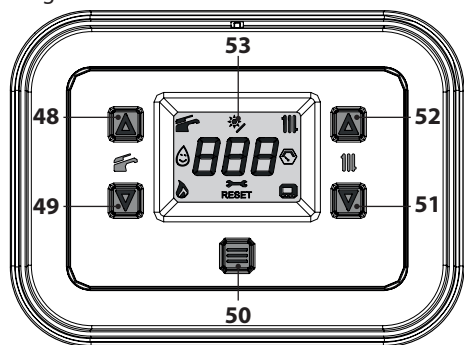

Figura 2.12
- Tenere premuto per 1 secondo il tasto  fino a far apparire sul display il simbolo  Figura 2.12.
La temperatura dell'acqua calda di mandata riscaldamento è regolabile agendo sui tasti 51 (diminuzione) e 52 (aumento) (Figura 2.12) da un minimo di circa 25°C ad un massimo di circa 80°C. Alla prima pressione di uno dei due tasti si ha la visualizzazione del valore di "set", alla seconda pressione si accede alla modifica.
Comunque se la temperatura ambiente non dovesse essere confortevole si può aumentare o diminuire la temperatura di mandata dell'impianto riscaldamento di $\pm 15^{\circ}\text{C}$ agendo sui tasti 51 (diminuzione) e 52 (aumento) (Figura 2.12).
La temperatura dell'acqua calda sanitaria è regolabile agendo sui tasti 48 (aumento) e 49 (diminuzione) (Figura 2.12) da un minimo di circa 35°C ad un massimo di circa 60°C . Alla prima pressione di uno dei due tasti si ha la visualizzazione del valore di "set", alla seconda pressione si accede alla modifica.